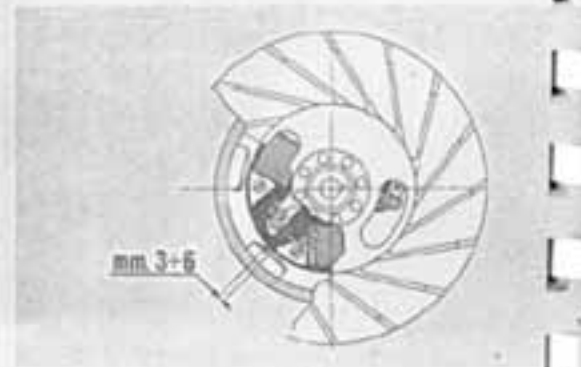

Fig. 74
5) - Agire attraverso l'asola del rotore e spostare il supporto bobine fino a realizzare le condizioni descritte al paragrafo « b » corrispondenti ai 2 tipi di volano (fig. 73 volano in « Plastiform » - fig. 74 volano del tipo « tradizionale »).